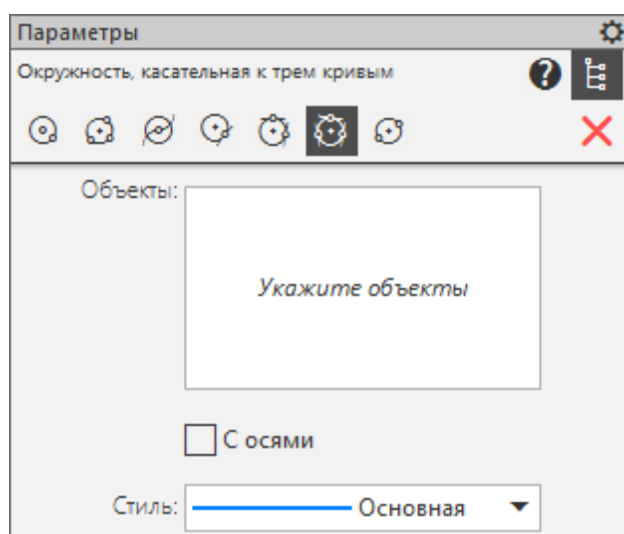

Рисунок 22
2.7.3. Построить окружность радиуса 20, касательную к верхней и боковой линиям двери. Используется опция построения «**Окружность, касательная к двум кривым**» (или «**Окружность, касательная к трём кривым**»). Во втором случае появляется панель (рисунок 22).